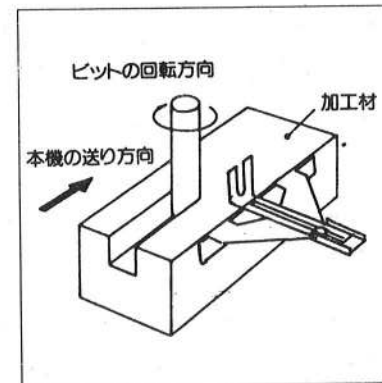

図8
- ④トリマシユ、ストレートガイド、トリマガイドを使用する場合は本機の送り方向に対してガイドが右側に来るようにしてください。(図8参照)